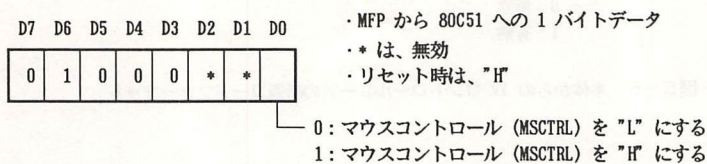

図5-9 マウスコントロール制御コードフォーマット
(4) マウスコントロール (MSCTRL) 信号の制御 (図5-9参照)